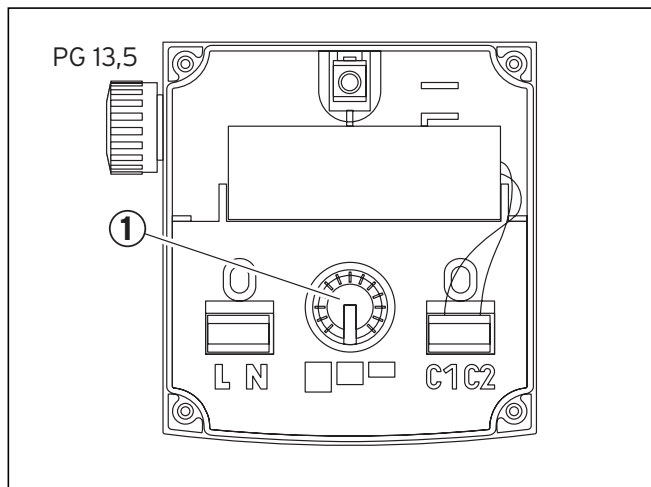

Fig. 8.2 N° réf. 309 442
- Types EM : régler le sélecteur rotatif 3 positions (Fig. 8.2 et 8.3, pos. **1**) dans le bornier sur le régime souhaité.